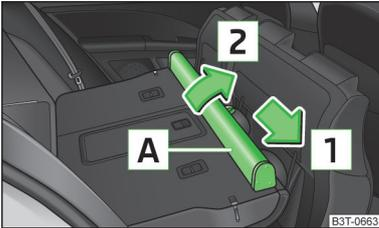

Abb. 105
- > Das Gehäuse **A** in Pfeilrichtung **1** schieben und aus den Aufnahmen am Rücksitz in Pfeilrichtung **2** » Abb. 105 herausnehmen.
- > Die Aussparungen des Gehäuses **A** » Abb. 105 in die Aufnahmen an den Rücksitzelehnen einsetzen.